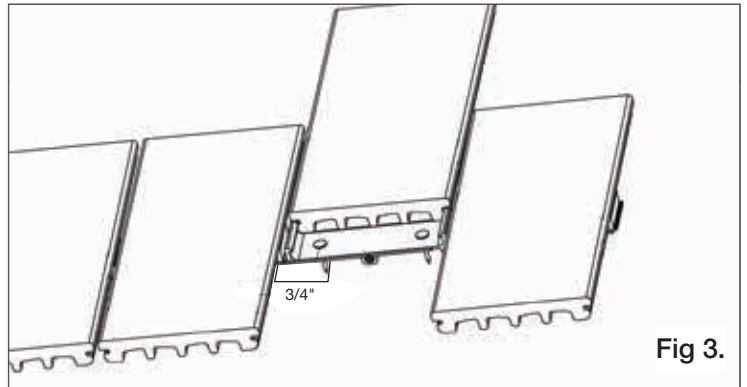

Fig 3.
- b. Coloque el primer tablón de la plataforma en la vigueta del borde exterior lejos de la casa o estructura y avance hacia la casa. Para la instalación del tablón de borde exterior (perfil de inicio, sólido o escalonado), no deje que el tablón sobresalga más de 1" (25 mm) a lo ancho o 2" (51 mm) a lo largo. Para un voladizo estándar de 1" (25 mm), mida y marque un lugar a 22" (559 mm)* de la vigueta de borde exterior en las viguetas más externas que van perpendiculares a esa vigueta y trace una línea de gis a lo largo de toda la plataforma. Coloque las tiras de fijación ocultas con un borde a lo largo de la línea de gis y fije la primera hilera de tiras a cada vigueta con un clavo de acero inoxidable de vástago anular de 1 1/4" (32 mm) para techos, utilizando 2 clavos entre cada juego de clips. (Los clavos DEBEN estar situados a menos de 3/4" (19 mm) del clip con un total de 8 clavos por cada tira de cuatro tablones (fig. 3). **NOTA:** las lengüetas laterales de todas las tiras deben estar orientadas en el mismo lado de las viguetas y a ras de la misma para permitir la unión de las tiras subsiguientes a lo largo de cada fila de clips. Recorte el voladizo de la primera fila de tiras de fijación ocultas a ras de la vigueta del borde exterior. Deslice el tablón exterior de la plataforma de forma segura en el primer clip (asegúrese de que está bien encajado en la ranura del tablón) y atornille el borde exterior opuesto del tablón en cada ubicación de la vigueta utilizando tornillos para plataformas de material compuesto recubierto del mismo color, como Starborn® Deckfast Cap-tor xd o el sistema Starborn® Pro-Plug (solo para perfiles sólidos y de inicio).